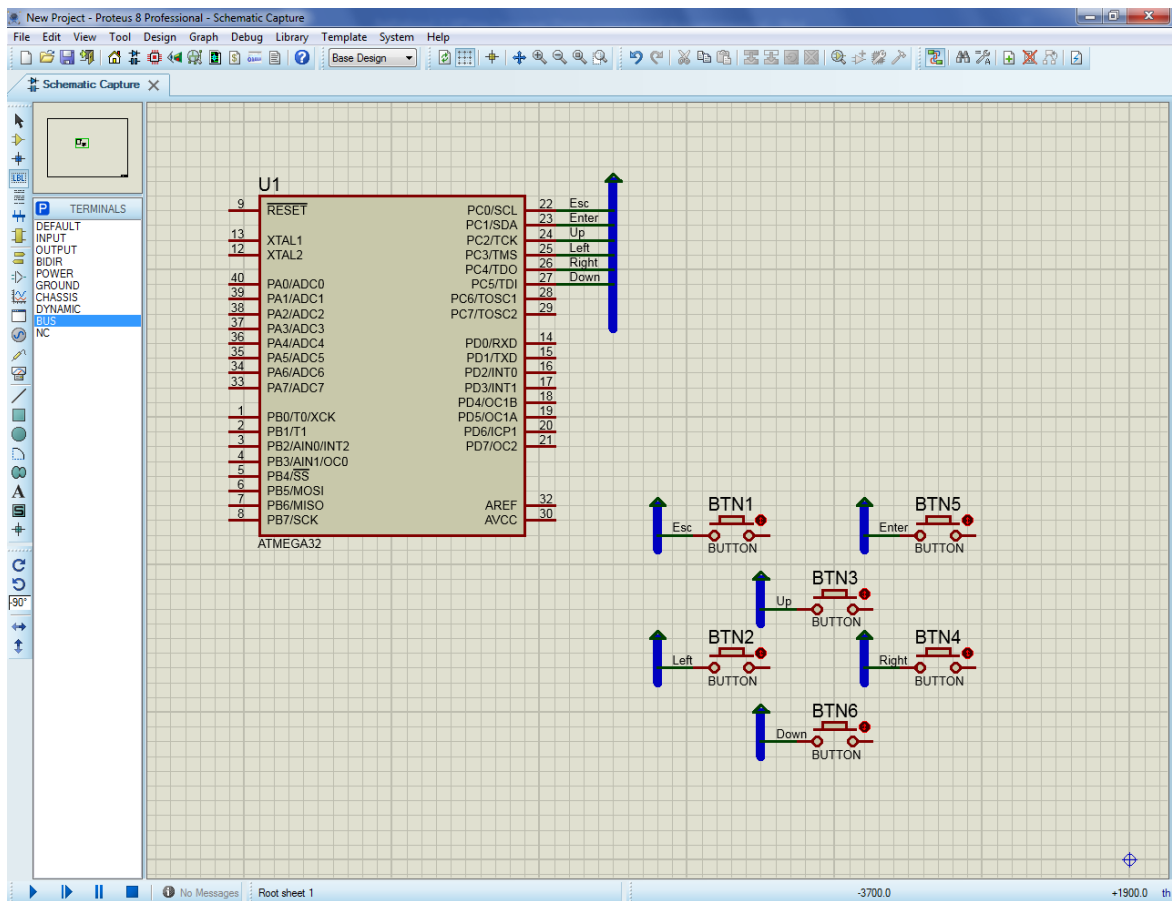

Рис. 1.21 – Готовое подключение кнопок к микроконтроллеру.
- переводим курсор на нужную линию и нажимаем ЛКМ, после чего появится окно, в котором необходимо написать оригинальное имя для данной линии связи, в нашем случае, каждую линию будем называть соответственно названий кнопок, которые эти линии будут подключать (рис. 1.21);